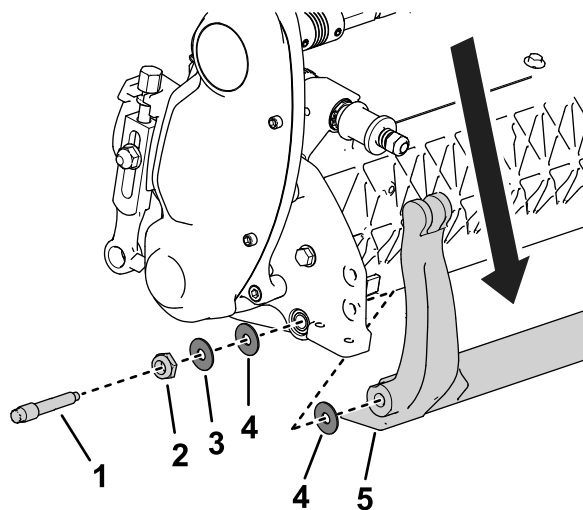

Figure 20
3. De chaque côté de la machine, desserrez le contre-écrou indiqué à la Figure 20.
4. Retirez chaque boulon de la barre d'appui afin de pouvoir abaisser la barre et la déposer de l'unité de coupe (Figure 20).
Mettez de côté 2 rondelles en nylon et 1 rondelle en acier à chaque extrémité de la barre d'appui (Figure 20).